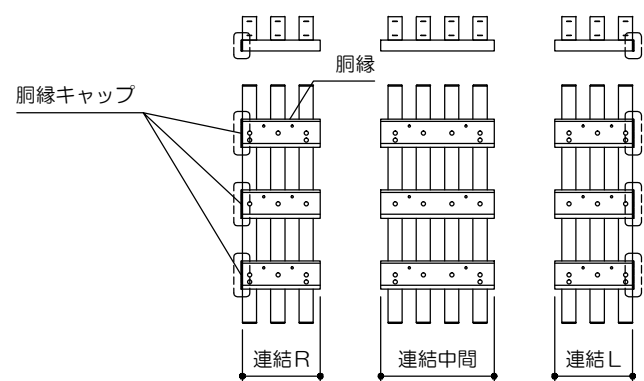

図2. 胴縁キャップの取付（連結仕様）
- 本体セットを連結する仕様の場合は、左右両端側の本体セットに胴縁キャップを取付けてください（図2）。